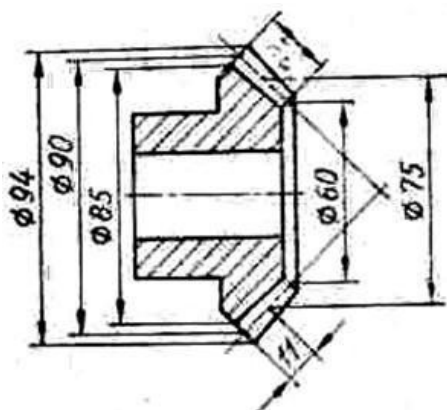

Рис. 9.
3.82. *На рис. 9 изображена шестерня прямозубая коническая с числом зубьев $Z=30$.*